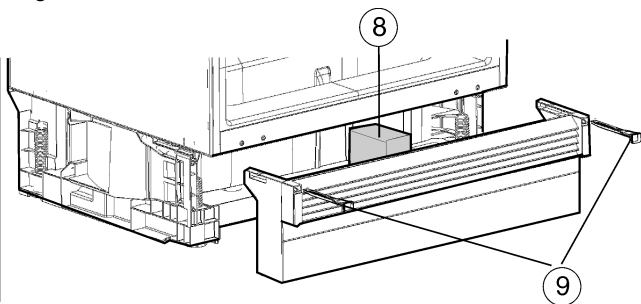

Fig. 11
- ▶ Schuimstof gedeelte Fig. 11 (8) aanbrengen - belangrijk om de luchtstromingen gescheiden te houden!
- ▶ Sokkelplaat vastzetten: grendel Fig. 11 (9) aanbrengen, daarbij sokkelplaat vasthouden.